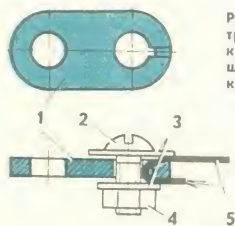

Рис. 1. Крепление троса: 1 — планка; 2 — винт; 3 — шайбы; 4 — гайка; 5 — трос.
Трос газа перетирается чаще всего у входа в трубку в салоне. Рекомендую не покупать новый трос, а найти любой похожего диаметра и на полметра длиннее. Опять оба конца, просунуть со стороны двигателя, оставив в моторном отсеке длинный хвост, и соединить с педалью посредством планки, изображенной на рис. 1. При следующем обрыве доста-
Для редукторов ВА3а нужно рассчитать толщину нового регулировочного кольца 15 (см. рис. 1а, б)* и установить его на ведущую шестерню 23. Для расчета воспользуйтесь формулой:
* Напоминаем, что номера позиций, обозначающих детали редуктора, приведены по рис. 1а, б, в, опубликованному в № 9.